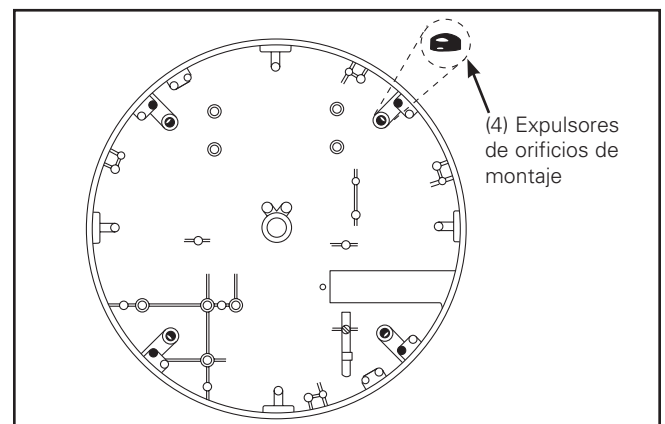

Figura 1.
4. Abra los cuatro orificios de montaje de 5/16" en el bastidor de balastos. Deben abrirse desde el interior hacia afuera (Figura 1.).